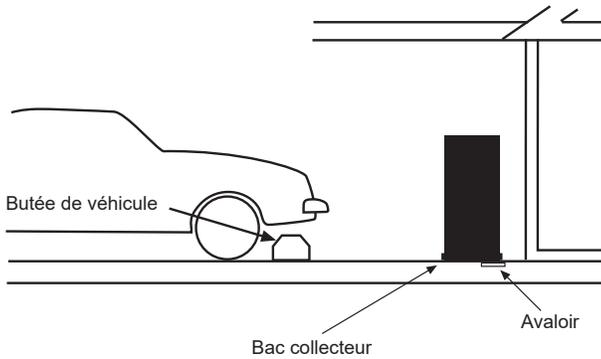

Figure 8. Installation dans un garage
3. Placer le chauffe-eau de manière à ce qu'il soit protégé et à l'abri de dégâts matériels possible par un véhicule en mouvement. En cas d'installation dans un garage, prévoir une butée de véhicule comme illustré à la *Figure 8* pour protéger le chauffe-